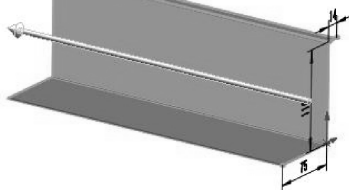

图 6-24 创建基体法兰
- 03 单击【钣金】选项卡中的【基体法兰】按钮，在弹出【基体法兰】属性面板中输入钣金厚度为 1.2mm，折弯半径为 0.2mm，拉伸深度为 318mm，创建基体法兰，如图 6-24 所示。